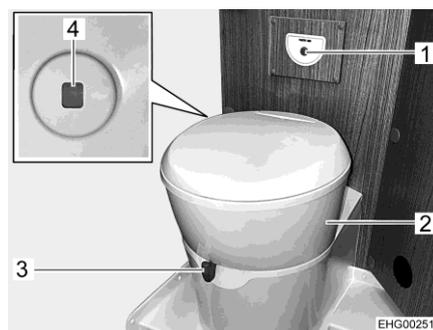

Fig. 132 Inodoro
La taza del inodoro se podrá girar a la posición deseada. Para ello, agarrar la parte superior (Fig. 132,2) del inodoro con ambas manos y girarla.
La unidad de mando con el botón del inodoro (Fig. 132,1) está instalado cerca de la taza del inodoro.
El color del indicador de nivel de llenado (Fig. 132,4) cambiará de color verde a rojo cuando se debe vaciar el depósito de aguas fecales.
- Antes del lavado, abrir la corredera del inodoro. Para ello, empujar la palanca de corredera (Fig. 132,3) en sentido contrario a las agujas del reloj.
- Para lavar, pulsar el botón del inodoro azul (Fig. 132,1).